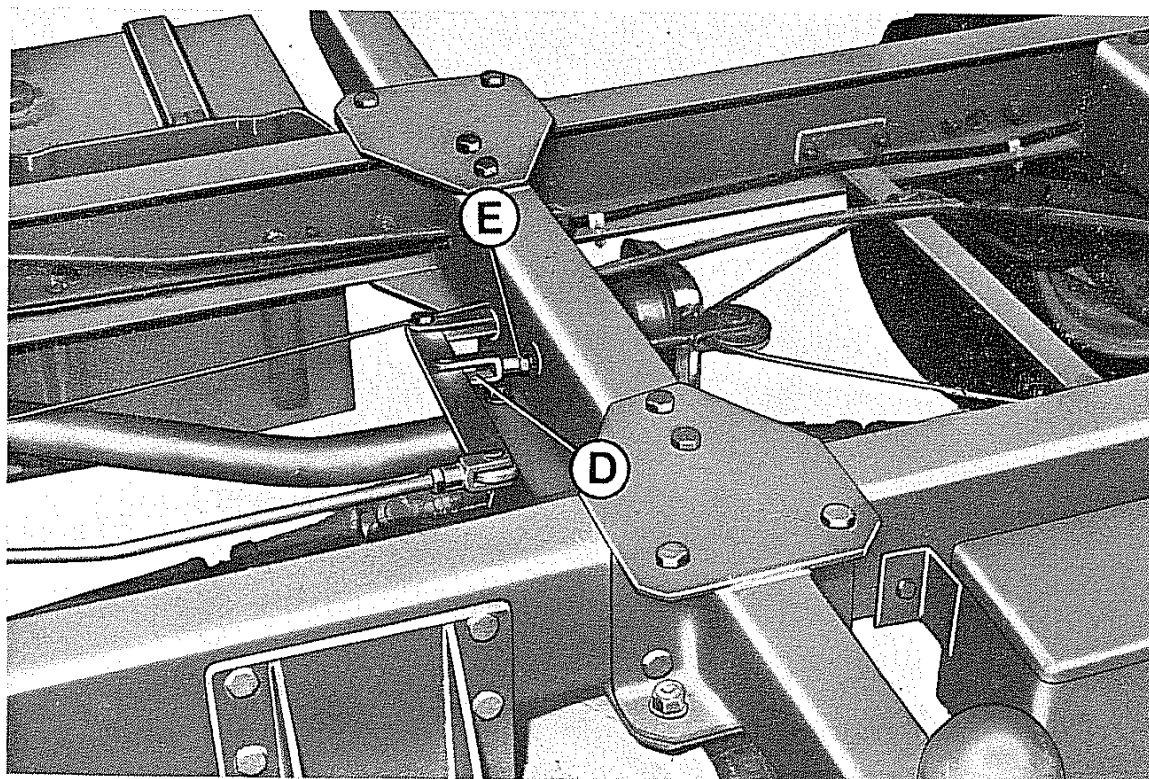

Fig. 26 - Registrazione frenatura di soccorso e stazionamento
- Staccare la forcella **D** (fig. 26).